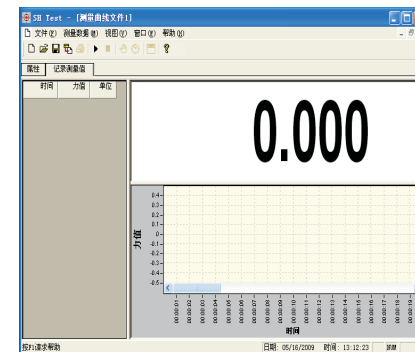

图 17
- 点击开始按钮  后，再按TIMER键  进行采集测试数据曲线（图17）；